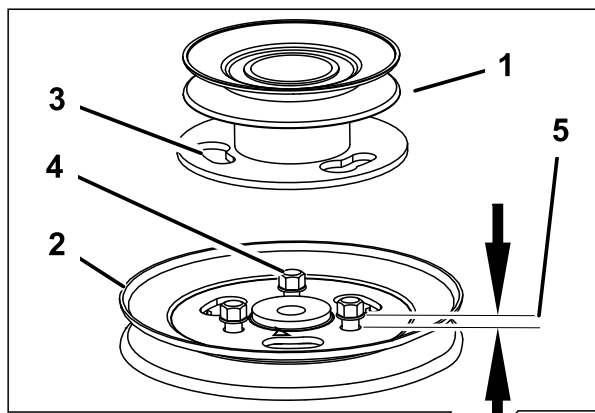

Figure 4
1. Desserrez, mais sans les enlever, les boulons autotaraudeurs sur la poulie existante du tablier de coupe (Figure 4).
2. Alignez la poulie neuve de sorte que les ouvertures s'engagent sur la tête des boulons (Figure 4).
3. Tournez la poulie pour la bloquer en position (Figure 4).